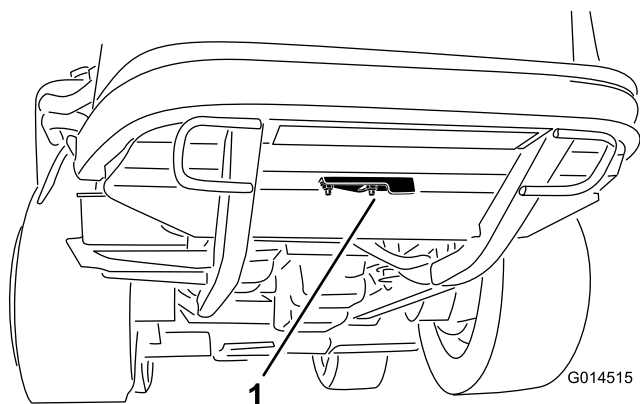

Рисунок 35
2. Ослабьте фланцевую гайку, которая крепит крышку для чистки к нижней стороне задней рамы (Рисунок 35). Поверните крышку, чтобы получить доступ к отверстию для чистки в раме.